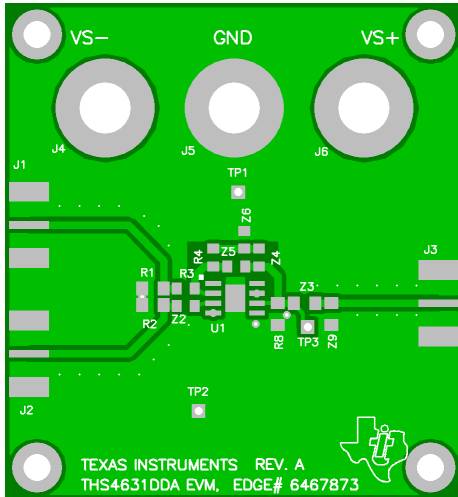
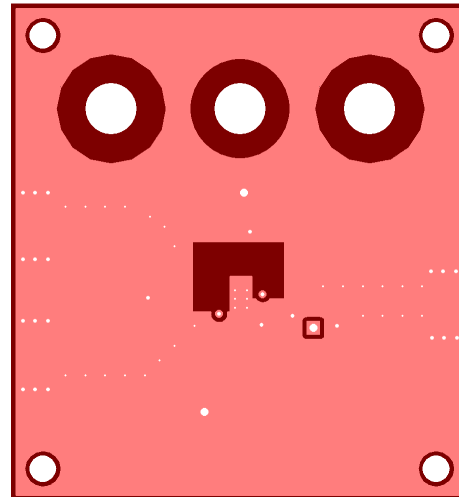
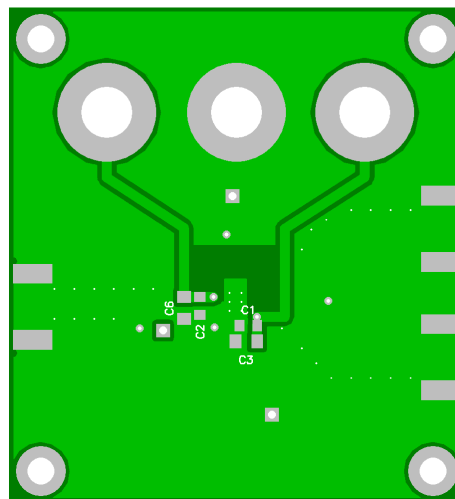

图 9-1. EVM 顶层
图 9-2. EVM 第 2 层和第 3 层接地
图 9-3. EVM 底层
德州仪器 (TI) 致力于为客户提供高质量的应用支持。为了支持该目标，我们为 THS4631 运算放大器开发了一款评估板。该评估板易于使用，可轻松评估器件。通过德州仪器 (TI) 网站 www.ti.com，或联系当地的德州仪器 (TI) 销售代表订购该评估板。图 9-1、图 9-2 和图 9-3 显示了该板各层结构。评估板物料清单如表 9-1 所示。